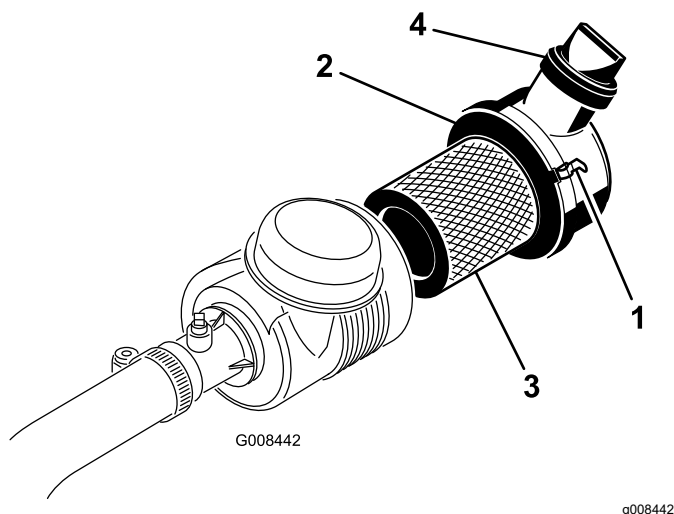

図 31
- エアクリーナのカバーをボディーに固定しているラッチを外す(図 31)。
- カバーとボディーがラッチで確実に固定されていることを確認する 図 31。